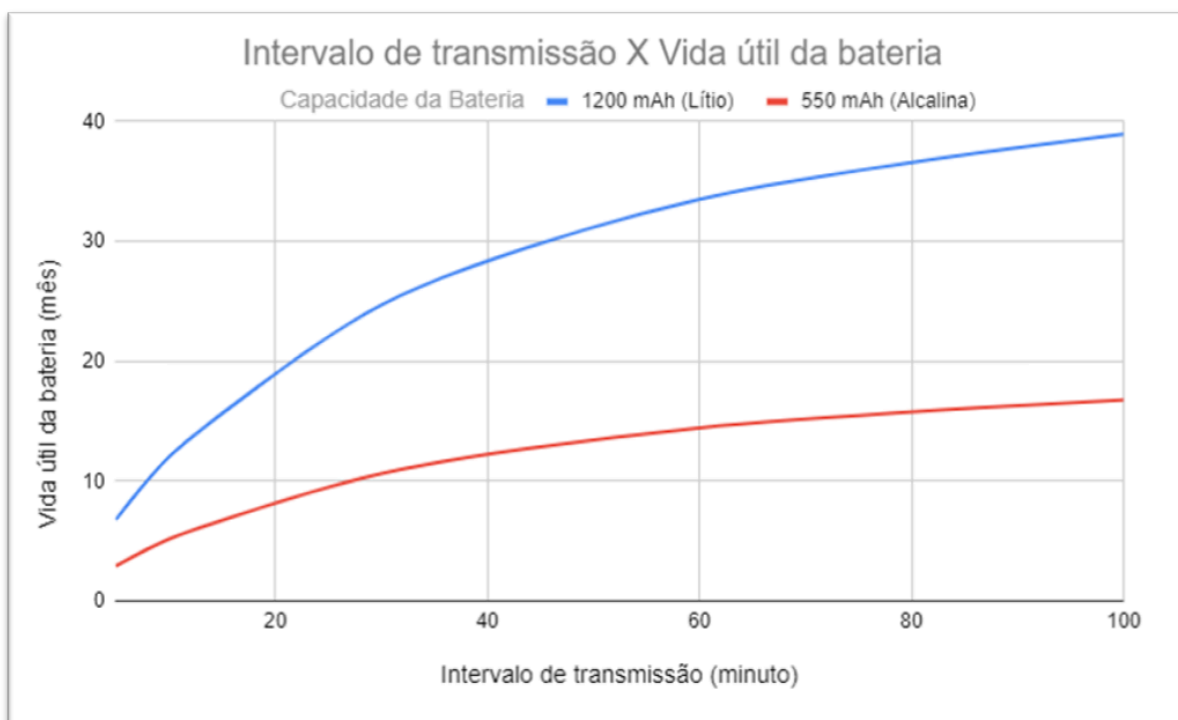

Figura 1 - Vida útil da bateria em relação ao intervalo da transmissão e a capacidade da bateria.
O gráfico da Figura 1 mostra a vida útil da bateria em relação à taxa de transmissão. A taxa de transmissão pode ser configurada via MQTT ou por Access Point (AP). O uso prolongado do modo AP irá gerar um maior consumo de bateria, reduzindo a vida útil estimada.